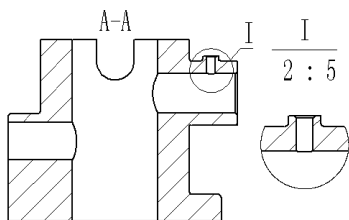

图 4.5.16 局部放大视图（一）
局部放大视图是将现有视图的某个部位单独放大，并建立一个新的视图。下面以图 4.5.16 为例，说明创建局部放大视图的一般操作步骤。
Step6. 单击对话框中的 按钮，完成局部放大视图（一）的创建，结果如图 4.5.16 所示。
- ☒ 设置图标样式为 **带引线**，结果如图 4.5.16 所示。